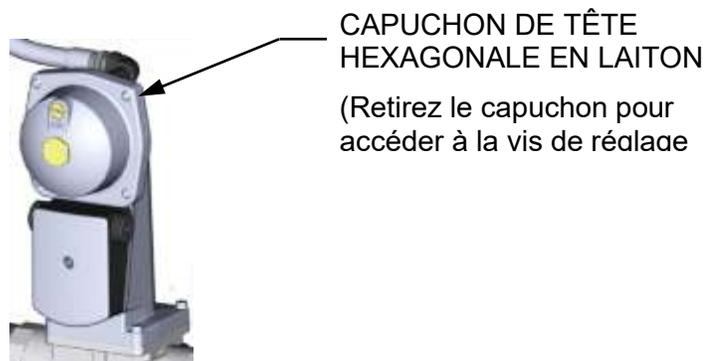

Figure 4.3-4. Emplacement de la vis de réglage de la pression du gaz SSOV
12. Vérifier que la pression du gaz du **côté aval** du SSOV se situe dans la plage requise indiquée au tableau 4.3-1. Si ce n'est pas le cas, retirez l'écrou hexagonal en laiton de l'actionneur SSOV pour accéder à la vis de réglage de la pression du gaz (figure 4.3-4). Effectuez les réglages à l'aide d'un tournevis plat, en tournant lentement le réglage de la pression du gaz (par incréments de 1/4 de tour) dans le **sens des aiguilles d'une montre** pour **augmenter la** pression du gaz ou dans le **sens inverse des aiguilles d'une montre** pour **la réduire**. La lecture de la pression du gaz résultant sur le **manomètre en aval** devrait se situer dans la plage indiquée ci-dessous.